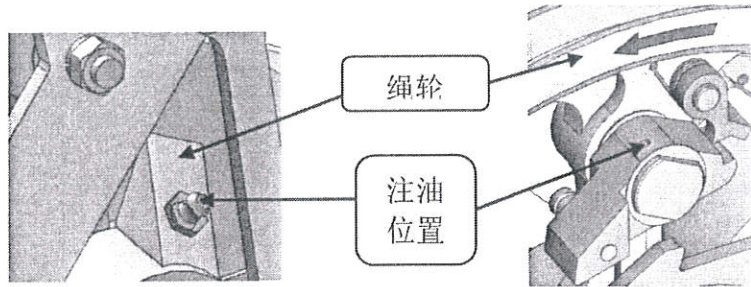

图 12 注油示意图
3.1.9.1 限速器绳轮轴承处每半年注 2 号钙基润滑脂一次(见图 12)。
3.1.9.2 棘爪每 3 个月注润滑油一次，如果限速器的工作环境恶劣（如：过于潮湿等）需缩短间隔时间，注油后将棘爪转动数次，使棘爪润滑均匀保证旋转过程中无任何卡涩，同时需将压爪转动数次确保压爪旋转过程中无任何卡涩（见图 12）。